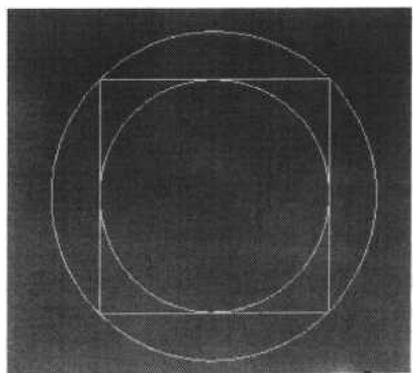

图 1-8
10. 删除对角线。选中两条对角线，这时对角线以白色显示，然后选取按钮，即可将其删除掉。效果如图 1-8 所示。